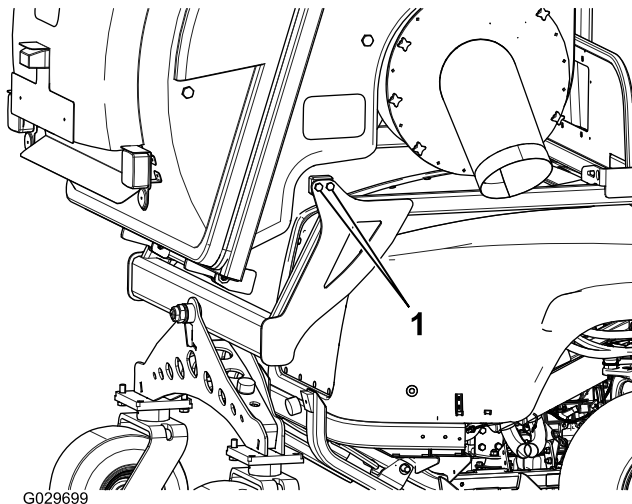

Figura 9
6. Fissate il gruppo di raccolta ad alto sollevamento alla parte posteriore del telaio portante utilizzando 4 bulloni, 2 su ciascun lato del gruppo (Figura 9).